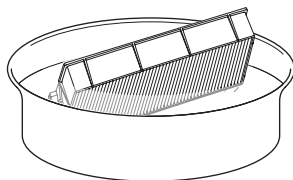

Fig. 1
2) Rimuovere il coperchio filtro aria. (Fig. 1)
1) Lavare l'unità filtro aria. (Fig. 1)
- 2) Rimuovere il coprilampada. (Fig. 1)**